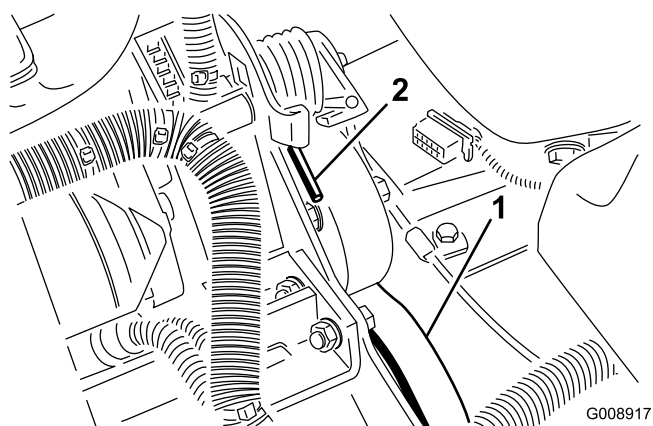

Figura 70
2. Empurre a mola para a frente e para trás (Figura 70) para a desprender do apoio e libertar a tensão da mola.